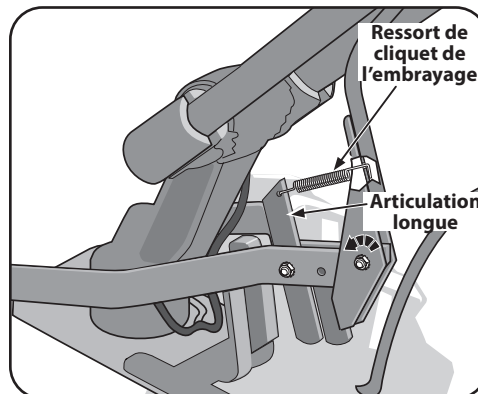

Figure 3-9
5. Retirez le ressort de cliquet de l'embrayage du sac de quincaillerie. Retirez la vis insérée dans les trous avant à l'étape 3 et déplacez le levier de la PDF des dents et des roues complètement vers l'avant. Installez le plus large bout du crochet du ressort de cliquet de l'embrayage dans le petit trou au bout du guidon. Utilisez des pinces pour insérer l'autre bout du ressort dans le trou de l'articulation longue. Voir Figure 3-9.